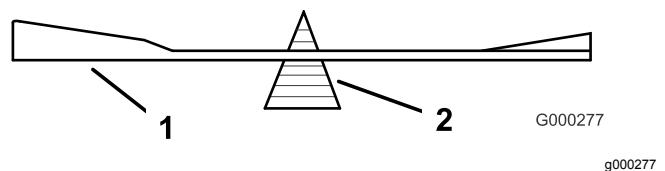

Figura 112
2. Verifique o equilíbrio da lâmina colocando-a num equilibrador de lâminas (Figura 112).